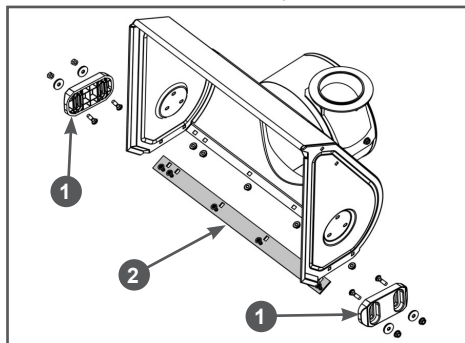

Рис. 32 Обслуживание кожуха шнеков
1. Открутите гайки крепления ползков 1 (Рис. 32) и снимите ползки с кожуха шнеков.
2. Установите новые ползки и закрепите их четырьмя болтами и гайками (Рис. 32). Перед окончательной затяжкой гаек отрегулируйте высоту забора снега.
Для наглядности на Рис. 32 кожух шнеков показан без шнеков, редуктора и валов.
1. Открутите гайки крепления и снимите нижнюю накладку 2 с кожуха шнеков (Рис. 32).
2. Установите новую нижнюю накладку и закрепите ее болтами и гайками (Рис. 32).